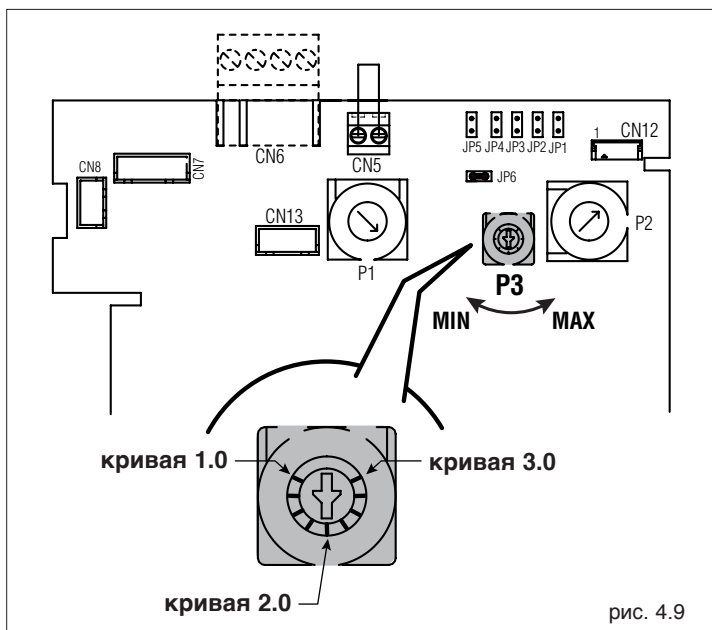
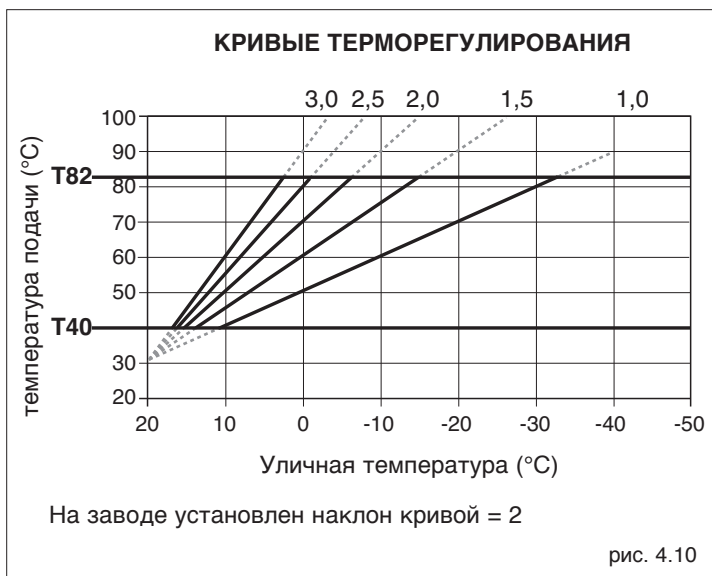
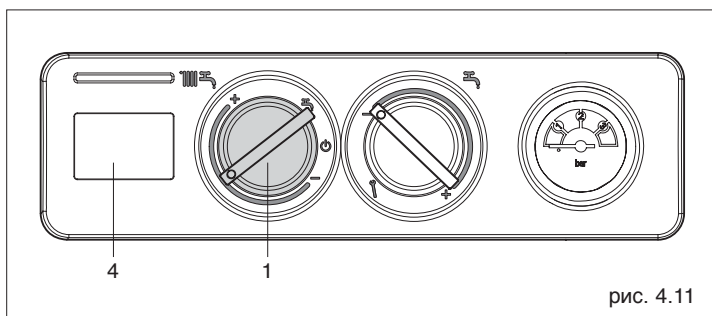

рис. 4.9
рис. 4.10
рис. 4.11
С помощью потенциометра P3 (рис. 4.9) который находится на электронной плате котла можно изменить наклон кривой терморегулирования.
Наклон кривой можно менять в диапазоне от 1,0 до 3,0. На рис. 4.9 для примера наклон кривой установлен на значение 2,0. Заданную температуру в котле в зависимости от температуры наружного воздуха можно определить из графика на рис. 4.10 при условии, что переключатель (1, рис. 4.11) установлен в промежуточном положении (комфортная температура 20C).
Существует возможность изменения заданной температуры в котле, не изменяя наклон кривой и температуру наружного воздуха. Это можно сделать с помощью переключателя режимов работы (1, рис. 4.11).
При вращении переключателя (1, рис. 4.11), на дисплее (4, рис. 4.11) высвечивается температура на выходе из котла рассчитанная с учетом наружной температуры, заданной температурой и установленным углом наклона кривой. Через несколько секунд после прекращения вращения переключателя на дисплее высветится текущая температура в котле.
Если переключатель режимов находится в промежуточном положении (1, рис. 4.11) коррекция температуры на выходе из котла не производится. Если необходимо изменить заданную температуру на выходе из котла для повышения комфорта в помещении можно сделать корректировку:
- поверните переключатель режимов (1, рис. 4.11) в сторону со знаком - . Заданная температура на выходе из котла упадет;
- поверните переключатель режимов (1, рис. 4.11) в сторону со знаком + . Заданная температура на выходе из котла увеличится.